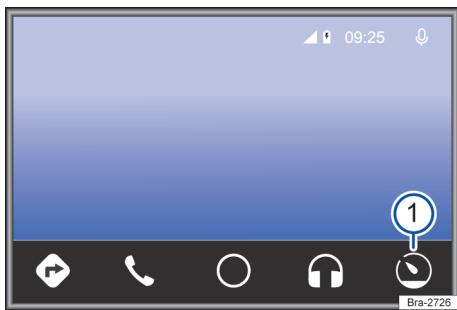

Fig. 118 Menu Android Auto™.
- Na operação do Android Auto™, tocar na superfície de função **Ô**, → Fig. 118 ①.